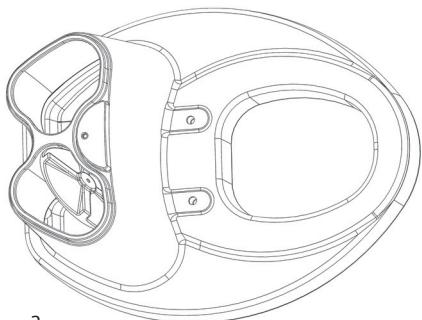

рис. 2
4. Поместите разбрасыватель в бак туалета через отверстие в месте установки крышки (рис. 2).